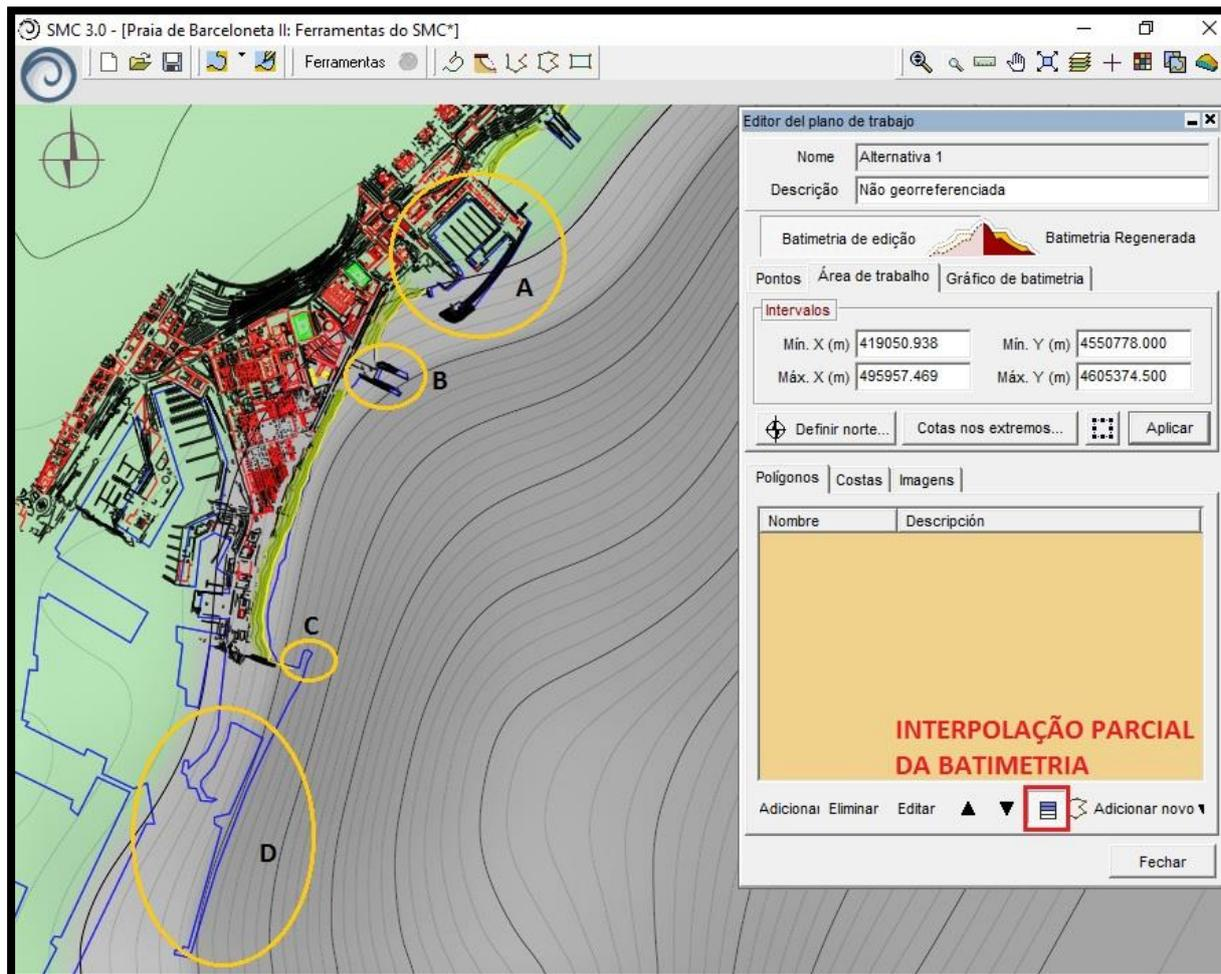

Figura 12 – Área de estudo da praia de Barceloneta com as zonas que necessitam serem modificadas através do MMT.
- 44) No “Editor do plano de trabalho”, subaba “Polígonos”, selecionar o último polígono (Polígono 2 “Batimetria de detalhe”) e clicar em () para interpolar parcialmente a batimetria (Figura 12), distinguindo assim, na interface gráfica, a água (pontos azuis) da terra (pontos verdes). Caso a visualização não aconteça, ativar “Ver pontos” na aba “Pontos”;
- 45) Em seguida, dar um zoom () para aproximar a área de estudo em frente à praia de Barceloneta (Figura 12);
Observa-se que os elementos que são importantes (Figura 12) para a modificação (áreas de interesse) são:
Estes elementos (A, B, C e D – Figura 12) estão apenas “desenhados” como linha de costa [.dxf] para referência do usuário. Agora, o usuário deve incluí-los como estruturas topográficas/batimétricas que afetam a área. Será necessário incluir
8.1. Delinear adequadamente a área adjacente ao quebramar do Porto de Barcelona (Figura 12-D) e redefinir o quebramar emergido de San Sebastián (ao sul da praia de Barceloneta – Figura 12-C).
- 47) Identificar na imagem, o quebramar (Figura 12-D) a ser trabalhado e aplicar o “zoom” de modo a deixar a imagem com um tamanho adequado para a criação do polígono (Figura 13);